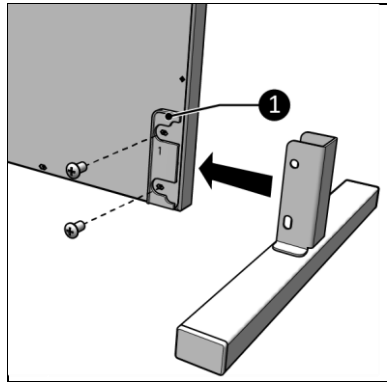

Abbildung 9
3. Platzieren Sie die mitgelieferten Kunststoffplatten auf der Rückseite des Heizgeräts (Abbildung 9, Pos. 9).